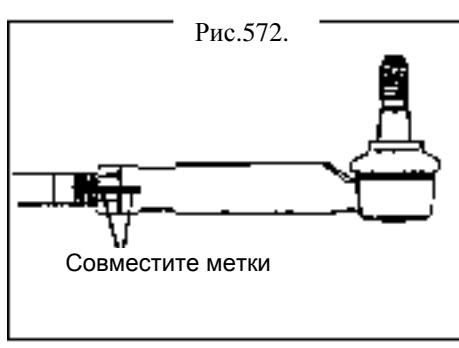

Рис.572.
- (а) Сделайте метку на шаровой опоре поперечного рычага и механизме (рис.572).